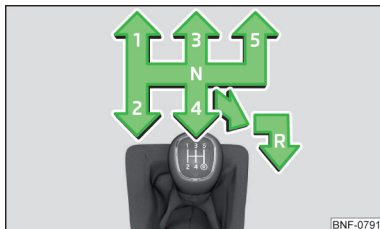

Fig. 124
Skiftediagrammet for de enkelte gear er vist på gearstangen » Fig. 124.
- › Tryk gearstangen ned, placer den helt til højre, og skub den derefter bagud til **R**-positionen » Fig. 124.